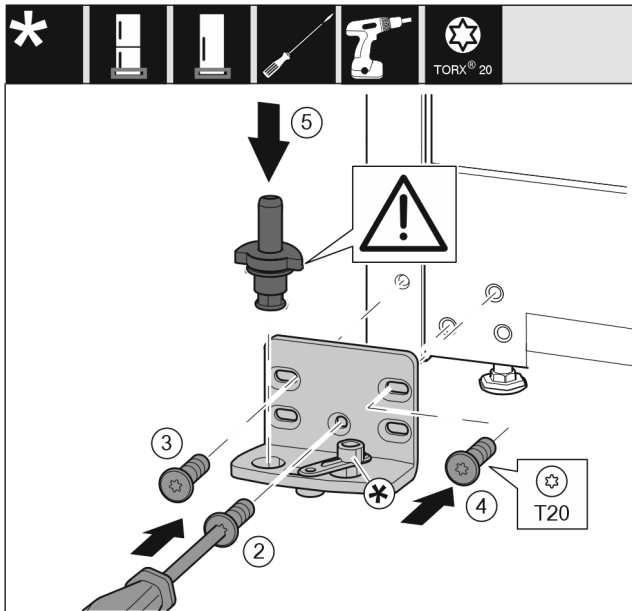

Fig. 16
- ▶ Helyezze fel a csapágybakot a másik oldalra, és húzza meg T20 csavarhúzóval. Alul közösen a 2 számmal jelölt csavarral kezdjen. Fig. 16 (2)
- ▶ Húzza meg a 3 és 4 számmal jelölt csavart. Fig. 16 (3,4)
- ▶ Helyezze be teljesen a csapszeget. Közben ügyeljen arra, hogy a bekattanó bütyök hátrafelé mutasson. Fig. 16 (5)